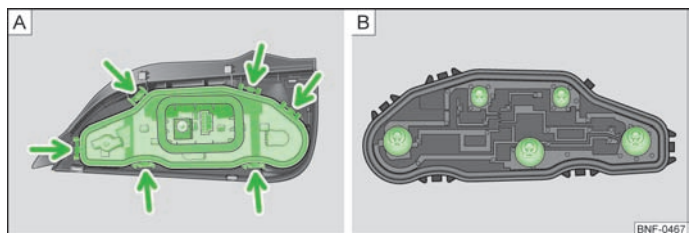

Fig. 125 Luz traseira: Substituir as lâmpadas incandescentes
- › Desbloqueie o suporte de lâmpada nas patilhas de bloqueio (setas) » Fig. 125 - A e retire o suporte de lâmpada para fora da luz traseira.
- › Pressione a lâmpada incandescente fundida contra o suporte, rode-a **no sentido contrário ao** dos ponteiros do relógio e retire-a » Fig. 125 - B.